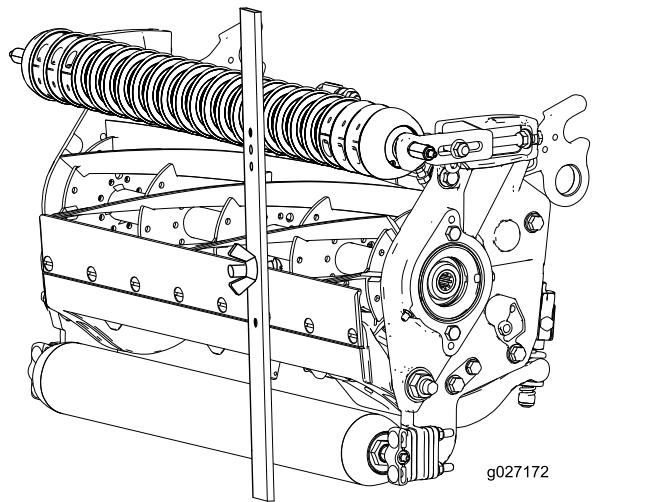

Figura 16
4. Agganciate la testa della vite sul tagliente della controlama e appoggiate l'estremità posteriore della barra sul rullo posteriore (Figura 16).
5. Ruotate la vite di regolazione finché il rullo anteriore non toccherà la barra di riferimento (Figura 16).